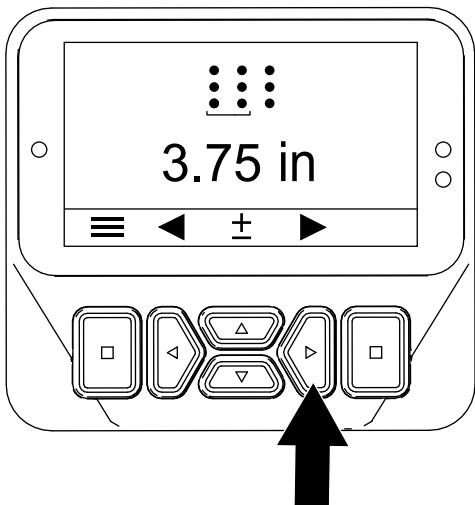

**Figure 49**
- Appuyez sur le bouton vers la droite pour afficher l'écran Setting the Tine Diameter (réglage du diamètre des louchets) (Figure 49).